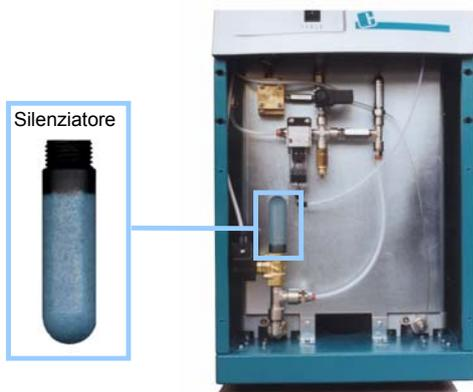

fig. 15 Posizione silenziatore elettrovalvola
- C. Identificare la posizione dell'elettrovalvola su cui è montato il silenziatore (fig. 15)